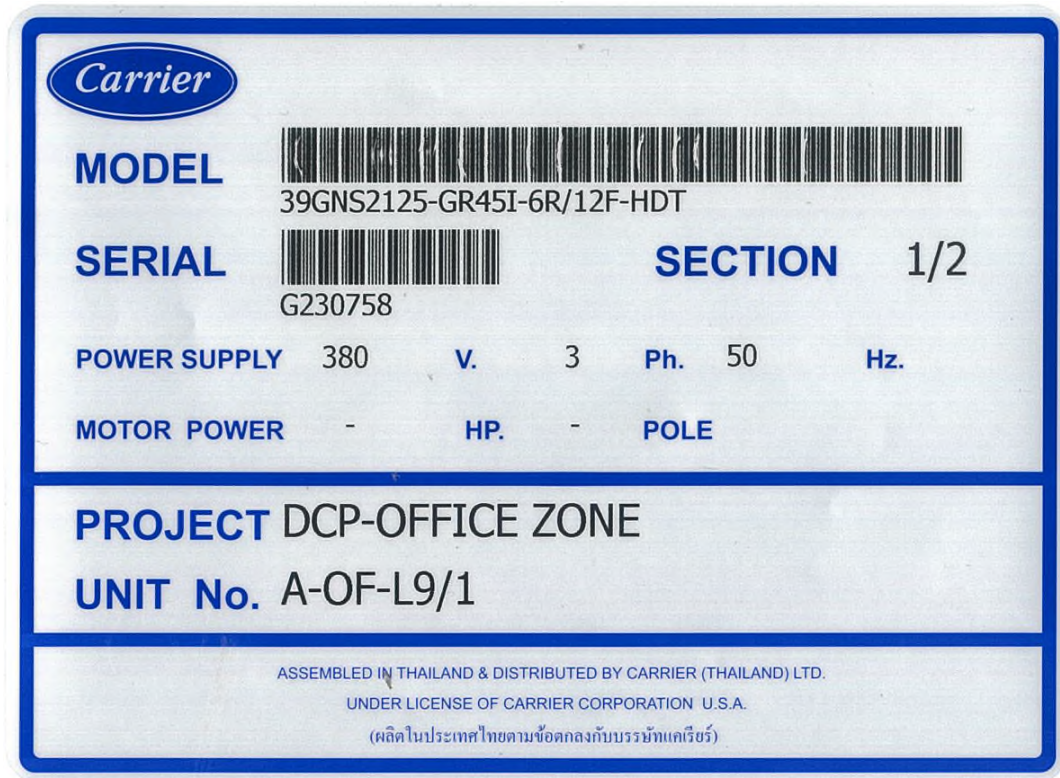

Fig.7 Identification Sticker
- เครื่อง 39GS/39GNS ทุกตัวจะมีสติ๊กเกอร์ ตาม Fig 7 แสดงรายละเอียดของสินค้าติดอยู่ที่ด้านนอกตำแหน่งประตู